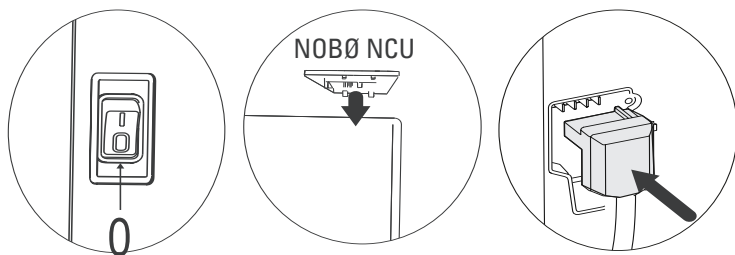

Рис.5
**5-1). Электронный термостат:** Термостат **NCU-1S** предназначен для использования с моделями обогревателей **Nobø** серии **Viking NFC2**. Термостат поставляется в собранном виде, и замена должна осуществляться квалифицированным специалистом. Во время установки термостата прибор должен быть отключен от сети электропитания. На рис. 5 ниже показано, как установить термостат и подключить электропитание.